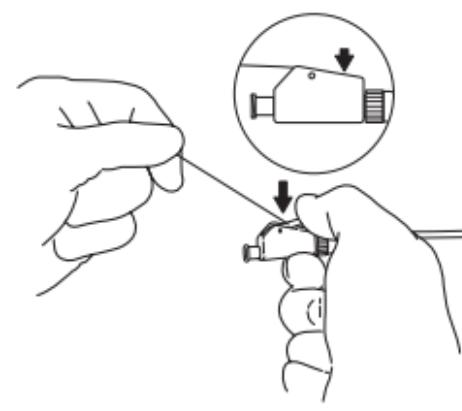

Fig. 2
- b. Oprethold trækket på suturen, og tryk grebet til låsekammen ned, indtil der mærkes et tydeligt klik. Stentens distale løkke er nu låst på plads. (**Fig. 2**)